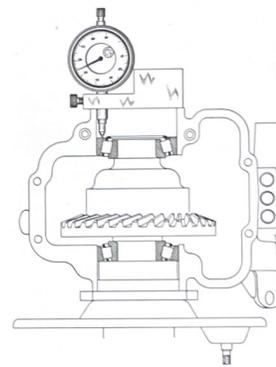

Fig. 3.28.—Medida de la profundidad en la carcasa del diferencial hasta la pista exterior del rodamiento.
d) Sin modificar el reglaje del comprobador, colocar la regla 1754-T sobre la cara de apoyo del soporte sobre la caja, y la punta del comprobador en contacto con la pista exterior del rodamiento (fig. 3.28). Procurar que la punta de la alargadera del comprobador no apoye en las inscripciones grabadas sobre la pista, ya que falsearía las lecturas.